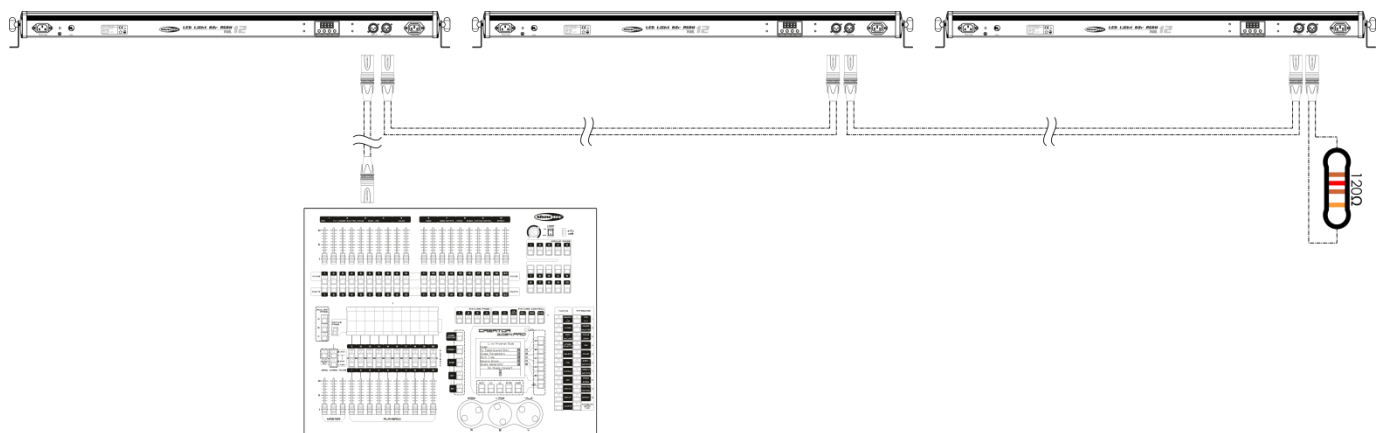

Abb. 03
- 04) Verbinden Sie die Geräte so wie in Abb. 03 gezeigt. Verwenden Sie ein DMX-Datenkabel, um die DMX-„OUT“-Buchse des ersten Geräts mit der „IN“-Buchse des zweiten Geräts zu verbinden. Wiederholen Sie diesen Vorgang, um das zweite und dritte Gerät ebenfalls anzuschließen.